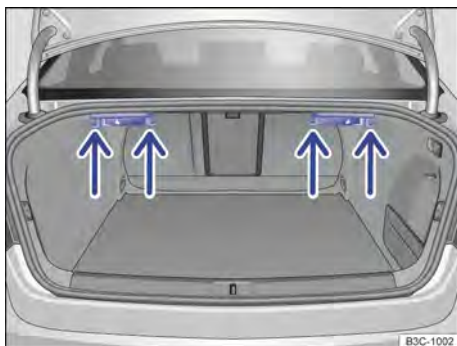

Fig. 189 No compartimento de bagagem: ganchos para sacolas (variante 1).
- Pendurar sacolas em um dos ganchos para sacolas → Fig. 189 (seta).